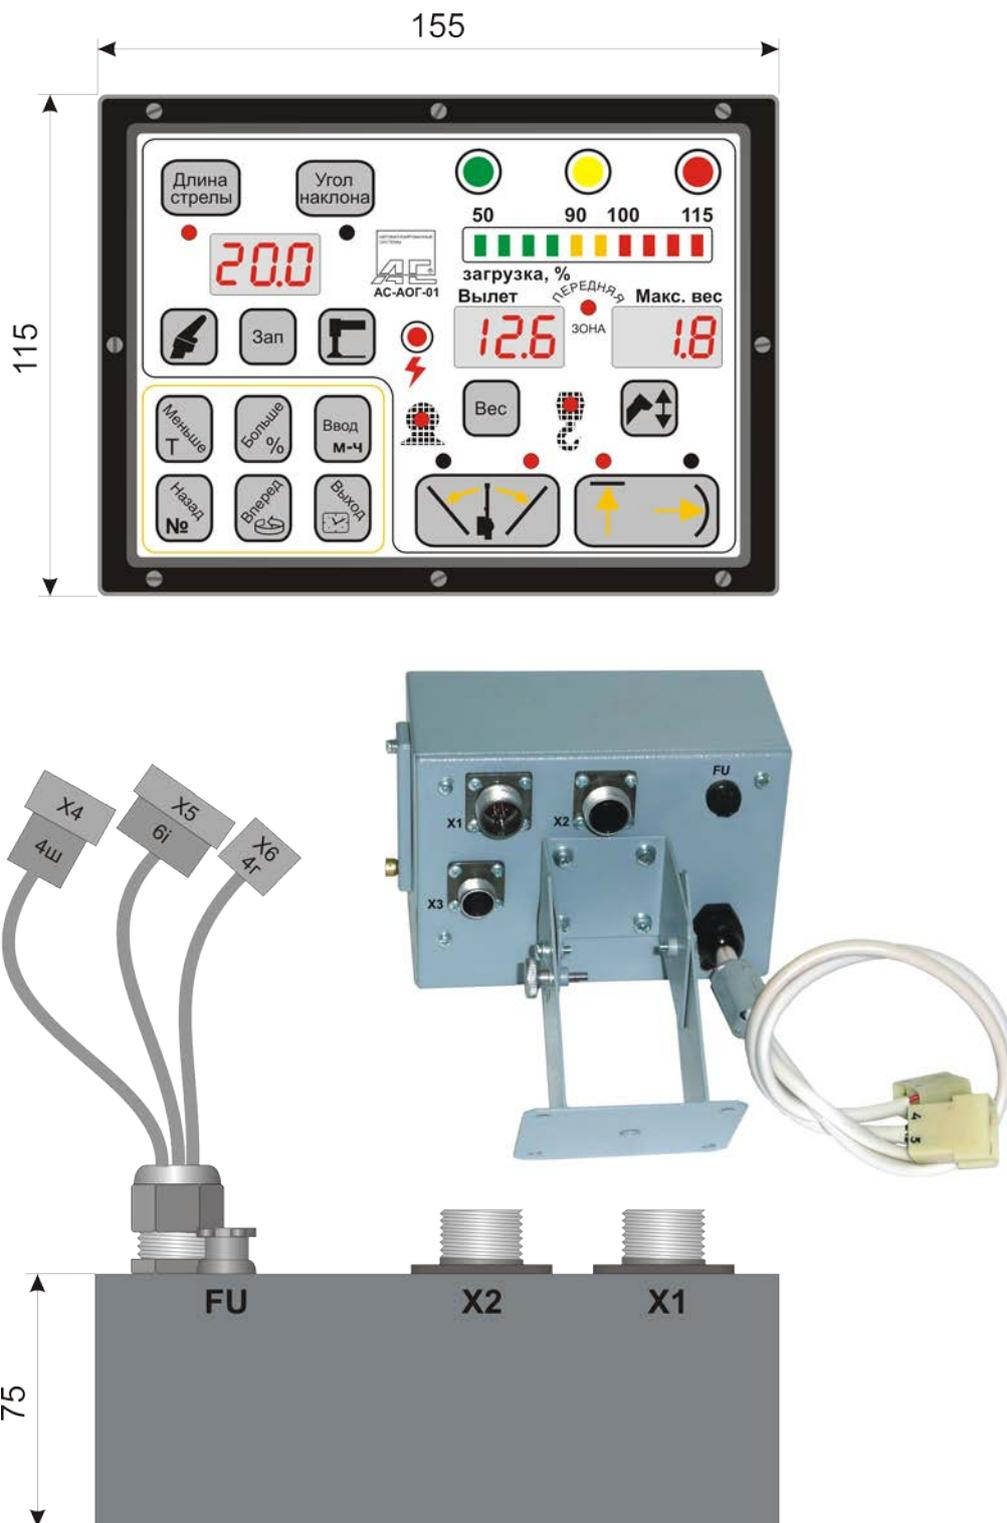

Рис.2
- 1) блок АОГ, включающий "Регистратор параметров" 1 шт, рис.2;
Подсоединение АОГ к электрооборудованию крана должно быть произведено в соответствии со схемой подключения рис.3, а именно к разъемам X4, X5 и X6 расположенным на тыльной стороне блока АОГ (рис.2), на задней стенке.
6.3.3. К блоку питания относятся 2 предохранителя FU, рис.2. Самовосстанавливающийся предохранитель FU1 (1А) размещен внутри блока и предназначен для защиты внутренних электронных цепей блока АОГ, а плавкий предохранитель FU (5А), размещен на задней стенке блока АОГ и предназначен для защиты цепей управляющих реле от
6.4. Блок АОГ включает в себя модуль индикации и управления (одна плата), вычислительный модуль, модуль ввода цифровых и аналоговых сигналов, модуль АЦП, модули "Регистратора параметров", блока питания и реле (все на одной плате), рис.2.